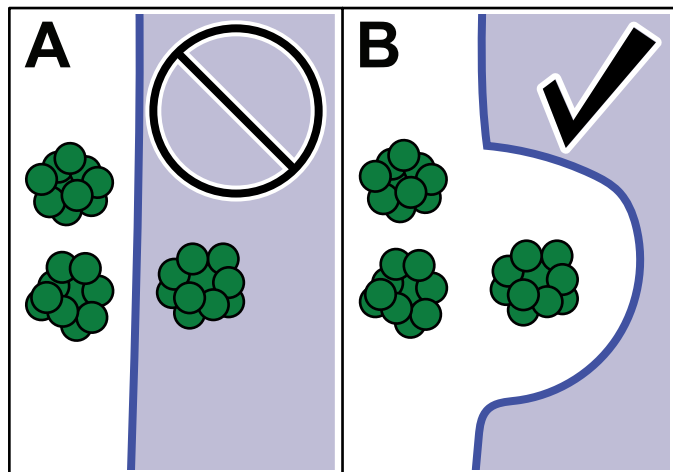

図 29
- ・ マシンとのGNSS通信が妨げられる可能性があるため、AOA境界を木やその他の障害物の下にマッピングしないでください (図 29)。